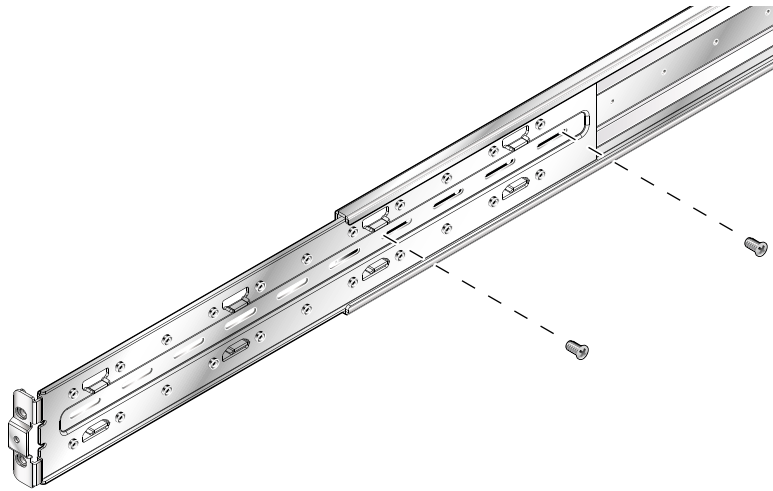

図 3-3 正面側と背面側の 4 ポスト用固定部品の連結 (19 インチ 4 ポストラック)
3. ラックマウントキットに含まれている M4 ねじを差し込んで手で締め、正面側と背面側の固定部品を連結します (図 3-3)。